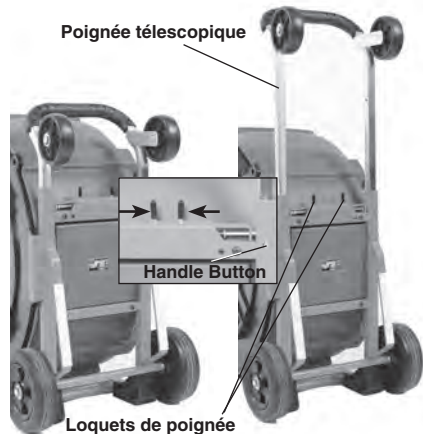

Figure 4 – Réglage de la poignée télescopique
6. Amenez le dégorgeoir jusqu'au chantier via un passage dégagé. Réglez la longueur de sa poignée si nécessaire (Figure 4). Ramenez les loquets de la poignée l'un vers l'autre pour amener la poignée à la longueur voulue. Vérifiez que les loquets s'engagent et que la poignée est verrouillée en position. Si la poignée dépasse le dernier point de verrouillage, ses arrêts l'empêcheront de sortir. Le cas échéant, appuyez sur les loquets pour la repositionner.